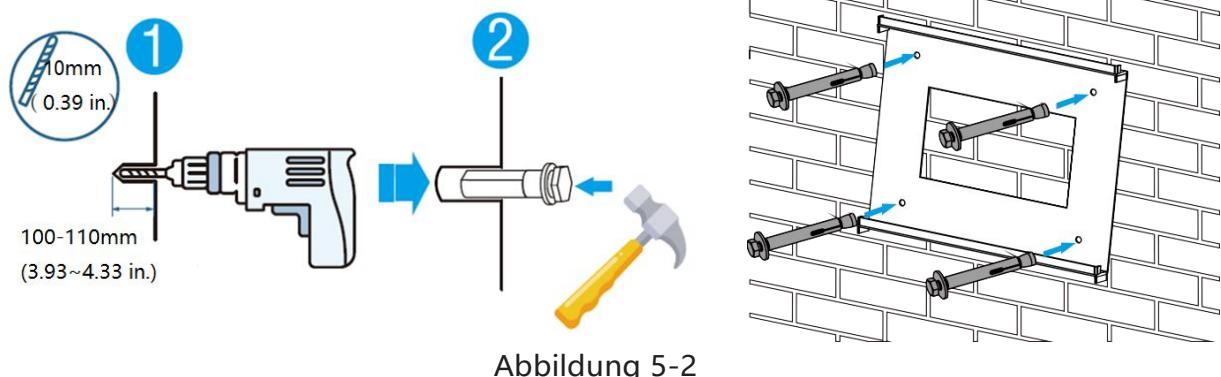
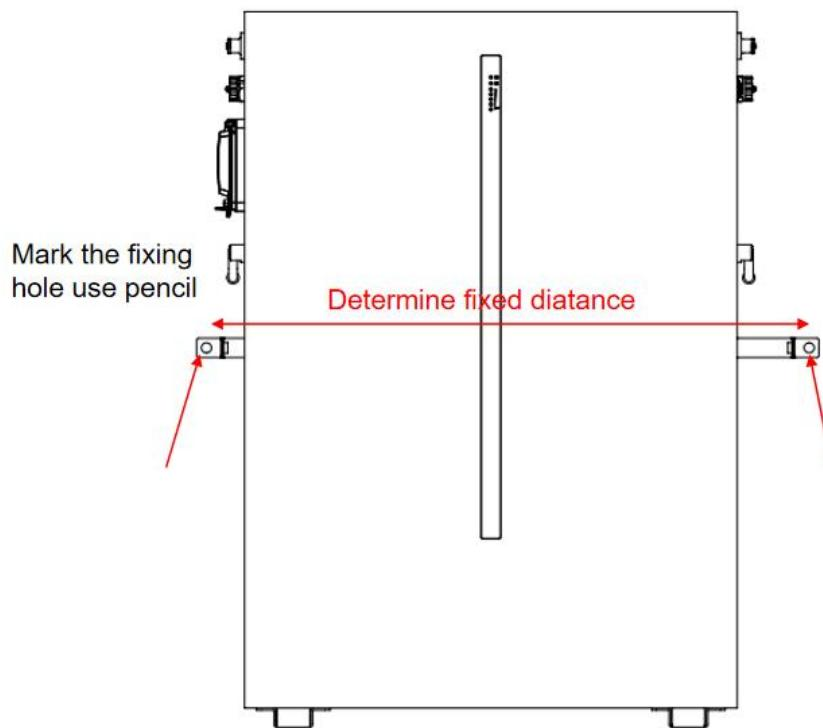

Abbildung 5-2
Abbildung 5-5
b) Wählen Sie den empfohlenen Bohrkopf (Abbildung 5-2) und bohren Sie 4 Löcher von 100 mm - 110 mm Tiefe in die Wand.
c) Befestigen Sie die Aufhängeplatte mit einem geeigneten Hammer an der Wand und setzen Sie die Dehschrauben in die Löcher ein, wie in Abbildung 5-2 dargestellt.
b) Stellen Sie die Batterie seitlich an die Wand und markieren Sie die Position des Befestigungslochs. Wählen Sie den empfohlenen Bohrkopf (wie in der Abbildung unten gezeigt) und bohren sie 2 Löcher von 100 - 110 mm Tiefe in die Wand, wie in Abbildung 5-2 und Abbildung 5-5 gezeigt.
c) Befestigen Sie die Batterie mit einem geeigneten Hammer an der Wand und setzen Sie die Dehnschrauben in die Löcher ein, wie in Abbildung 5-2 dargestellt.